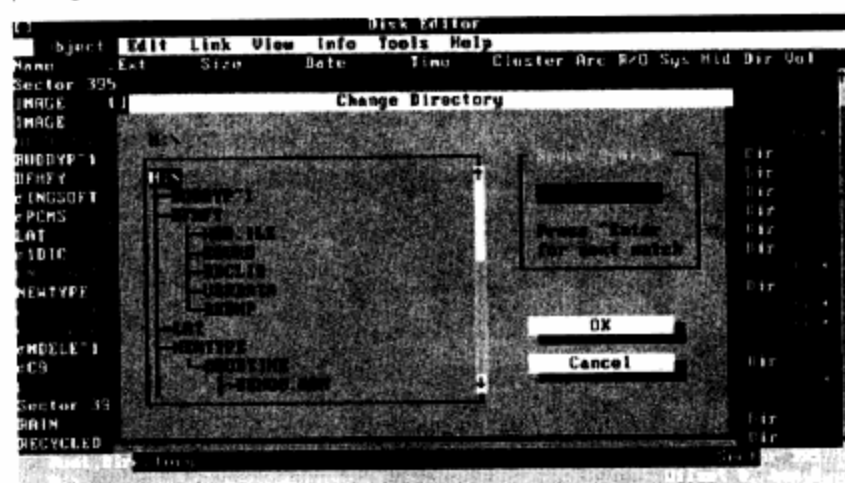

图13-23 选择被删除文件所在的目录
**步骤 05** 在DISKEDIT主菜单中, 选择Object→Directory命令, 找到要恢复文件的目录。如图13-23所示。